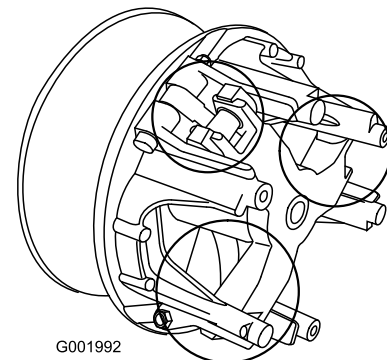

Figura 58
5. Lubrique las piezas en movimiento en las zonas indicadas en Figura 58 usando Spray Lubricante Seco Toro, disponible a través de su Distribuidor o Consesionario Autorizado Toro.